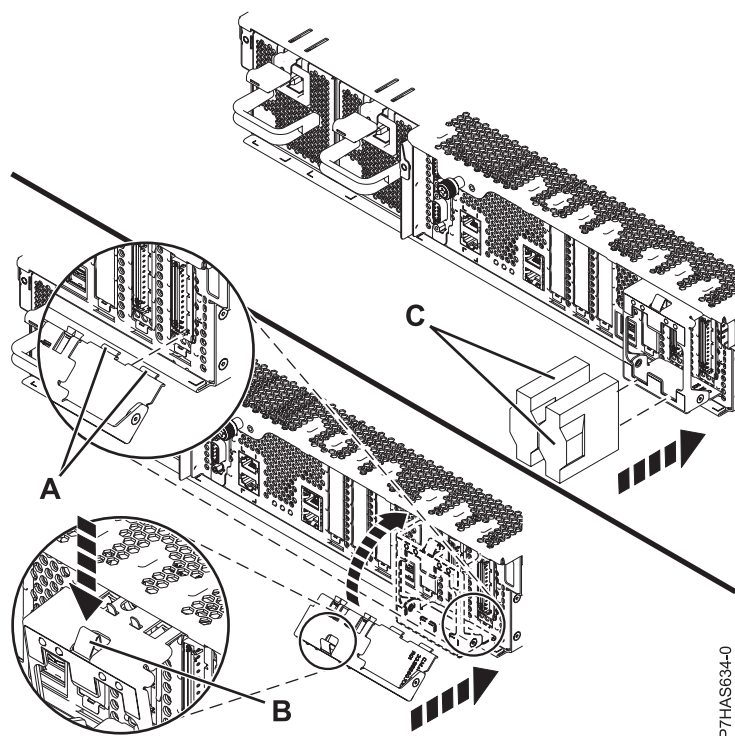

Figura 5. Instalación de la pieza de retención de cables
16. Si se proporciona la pieza de retención de cables **(A)**, que se muestra en Figura 5 en la página 6, siga estos pasos:
- b. Balancee el soporte para cables hacia el chasis y presione la pieza de sujeción (B) hacia el interior de la apertura del chasis para fijar el soporte.
17. En la parte posterior del sistema, conecte los cables del adaptador (C).